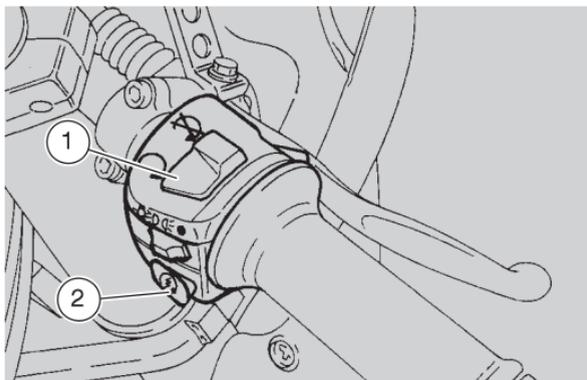

Abb. 23
– Zündnotschalter (1 - Abb. 23) auf "O" stellen;
– Startknopf "③" (2-Abb. 23) betätigen, ohne Gas zu geben.